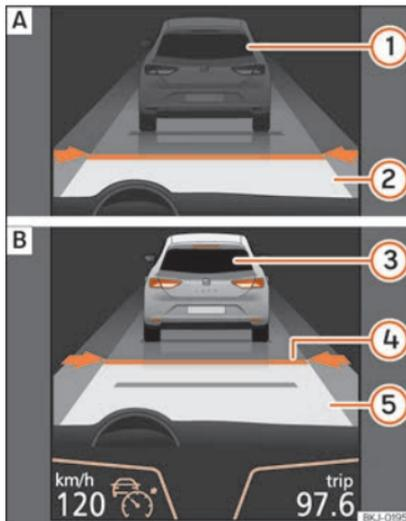
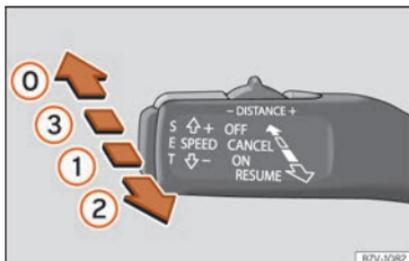

Fig. 262 Sur l'écran du combiné d'instruments : (A) ACC inactif (Standby). (B) ACC actif.
Fig. 264 À gauche de la colonne de direction : troisième levier pour utiliser le régulateur de vitesse adaptatif.
Indication d'état sur l'écran »» fig. 262 :
vert s'allume sur le combiné d'instruments (🚦) ; la vitesse programmée et l'état de l'ACC s'affichent à l'écran »» fig. 262.
menter ou diminuer la vitesse par intervalles de 1 km/h (0,6 mph), déplacez le levier en position ② »» fig. 264 ou appuyez sur la touche **SET**, respectivement.
Si besoin, la vitesse programmée peut être modifiée lorsque le véhicule est à l'arrêt ou lors de la conduite. Toute modification de la vitesse programmée est indiquée dans la partie inférieure gauche de l'écran du tableau de bord »» fig. 262.
- Pour activer l'ACC, placez le troisième levier en position ① puis appuyez sur la touche **SET** ou placez le troisième levier de l'ACC en position ② » » » fig. 264. L'image de l'ACC sur l'écran du tableau de bord passe alors en mode **Actif** » » » fig. 262.
Pour désactiver l'ACC, placez le levier en position ③ » » » fig. 264 (le faire emboîter). Le texte **ACC désactivé** s'affiche alors et la fonction est entièrement désactivée.
Si vous ne souhaitez pas désactiver l'ACC, mais passer temporairement en mode inactif (Standby), placez le troisième levier en position ③ » » » fig. 264 ou appuyez sur la pédale de frein.